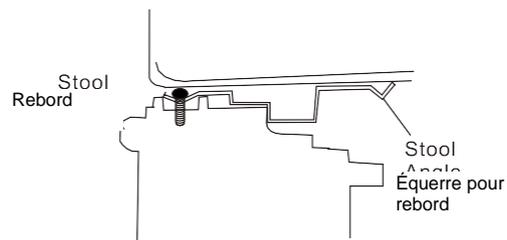

Fig. 12
2. Placez le caisson dans la fenêtre, en appuyant fermement la plaque pour rebord de fenêtre sur le rebord de la fenêtre, tel qu'illustré. Fermez temporairement la fenêtre, derrière l'équerre supérieur afin de maintenir le caisson en place (Fig. 12).